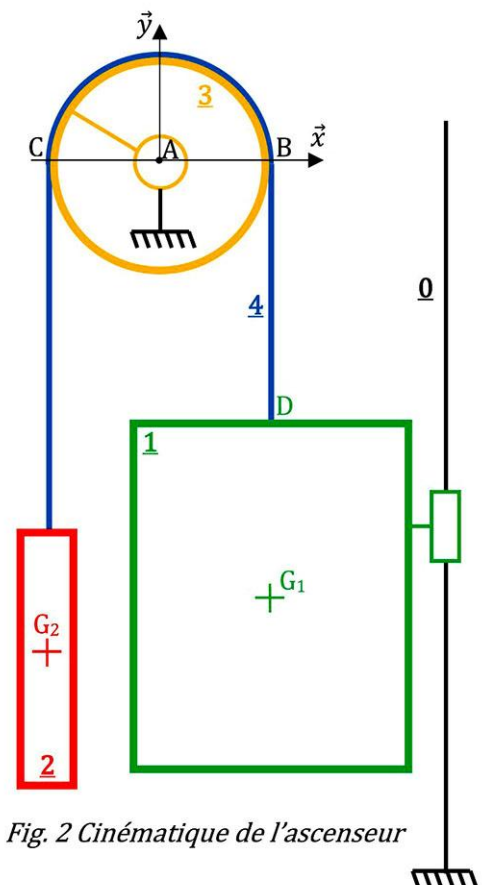

Fig. 2 Cinématique de l'ascenseur
- Le repère $R(A, \vec{x}, \vec{y})$ est lié à la terre, on considère le problème plan (voir figure 2).